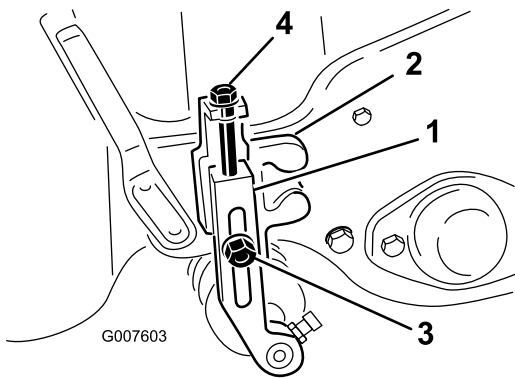

图48
2. 松开将剪草高度臂固定到剪草高度支架上的锁紧螺母 图48。